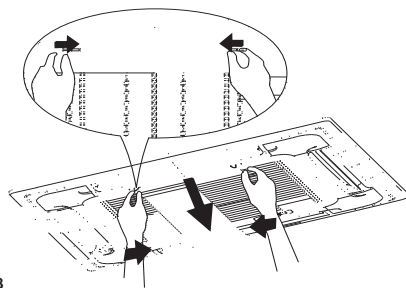

Рис. 18
1. Откройте воздухозаборную решетку. Для этого одновременно нажмите на фиксаторы решетки к середине (рис. 18) и потяните решетку вниз.